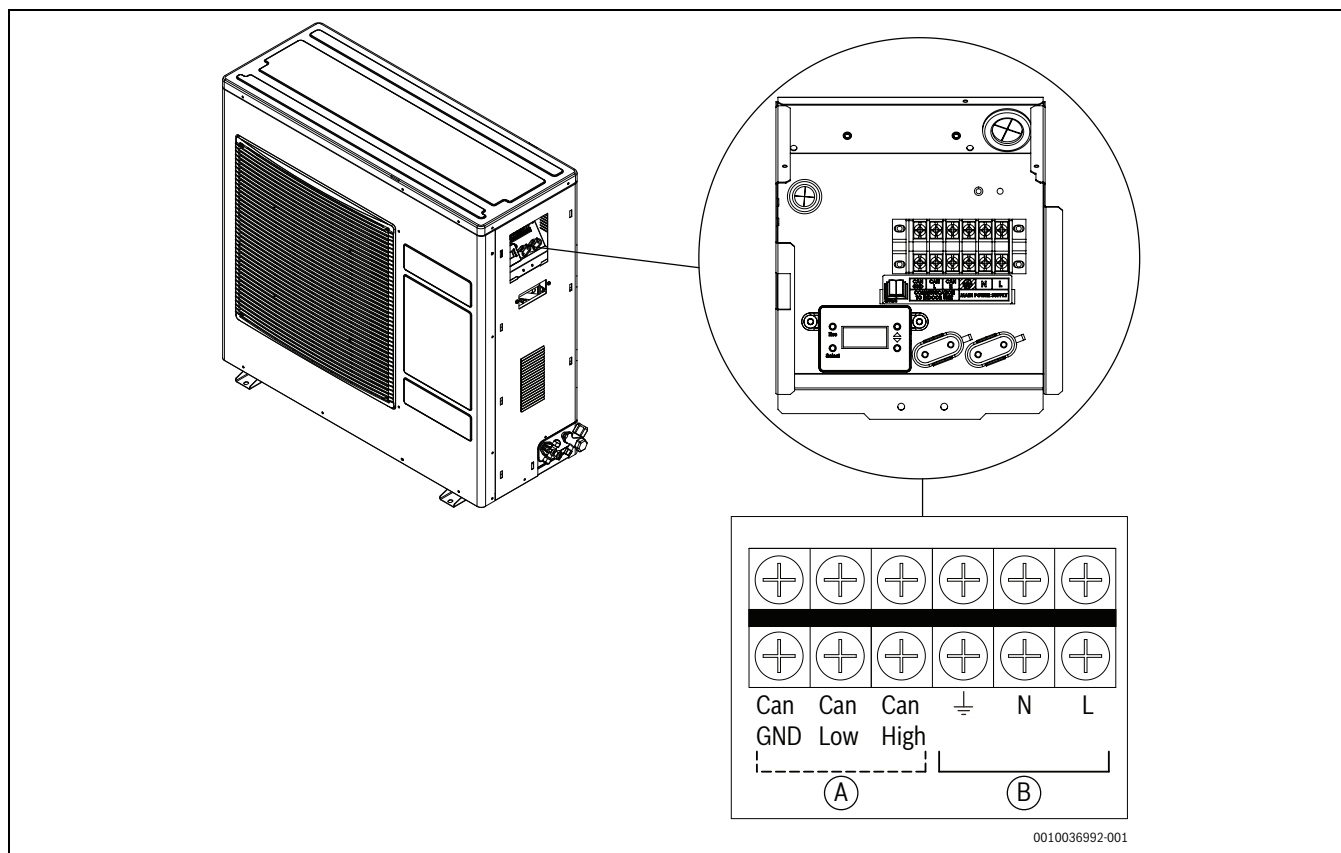

Bild 19 Kabelanslutningar
4. Anslut kommunikationsledningen mellan ute- och inneenheterna (Fig. 19 [A]). Den ände på kommunikationsledningen som ansluts till inneenheten måste vara skärmad.
5. Anslut en ände av strömförsörjningen till uteenheten (bild 19 [B]) och den andra änden till elkretsen.